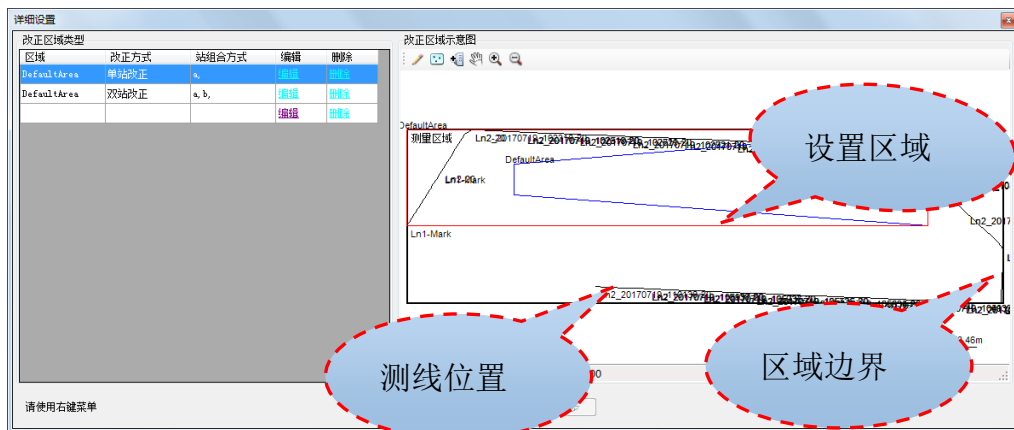

图 16-6 区域边界多边形
步骤二：绘制改正区域的多边形边界。在区域列表中，选择创建的区域，然后绘制区域。区域边界线有鼠标绘制和坐标绘制两种方式：①点击【绘制区域】按钮，进入鼠标绘制区域多边形模式，通过鼠标点击，在测量区域内绘制该区域的多边形边界，点击鼠标右键结束区域绘制；②点击【输入区域】按钮，在弹出的坐标列表中依次输入区域的顶点坐标。在测量区域视图中，当前区域的多边形用红色显示，非当前区域的多边形用蓝色显示，每个多边形左上角有一个区域编号，如图 16-6 所示。